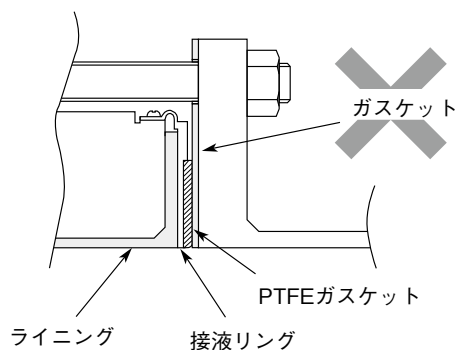

図2-13. 誤った取り付け方
- PTFE ガスケット以外にガスケットをさらに装着して取り付けると、液漏れをまねき、負傷するおそれがあります。(図2-13)